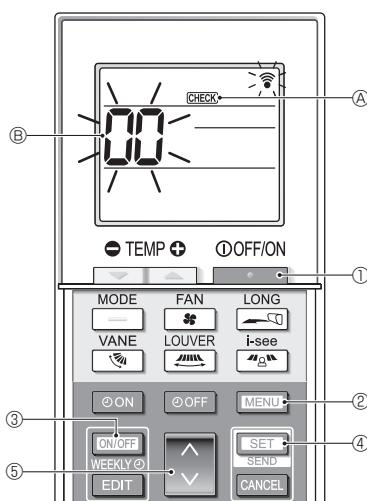

Fig. 7-6
7.3.2. För trådlös fjärrkontroll (Fig. 7-6)
- Tryck på knappen ① för att stänga av luftkonditioneringen.
- Om veckotimern är aktiverad (lyser), tryck på knappen ③ för att inaktivera den (släcks).
- Tryck på knappen ② i 5 sekunder.
- ② tänds och enheten går in i självtestläge.
- Tryck på knappen ⑤ för att välja den köldmedelsadressen (M-NET-adress) ⑧ på inomhusenheten som du vill utföra självtestet på.
- Tryck på knappen ④.
- Tryck på knappen ①.
- ② och köldmedelsadressen (M-NET-adress) ⑧ släcks och självtestet är klart.